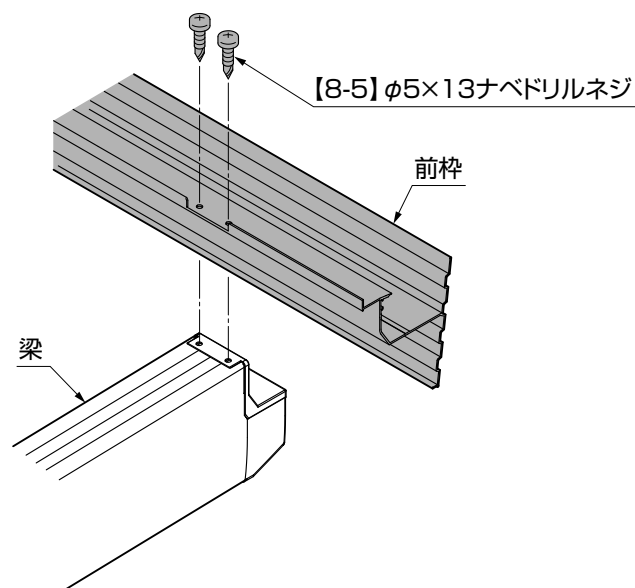

図4-4
- ①前柵を梁に【8-5】で取付けてください。(図4-4参照)